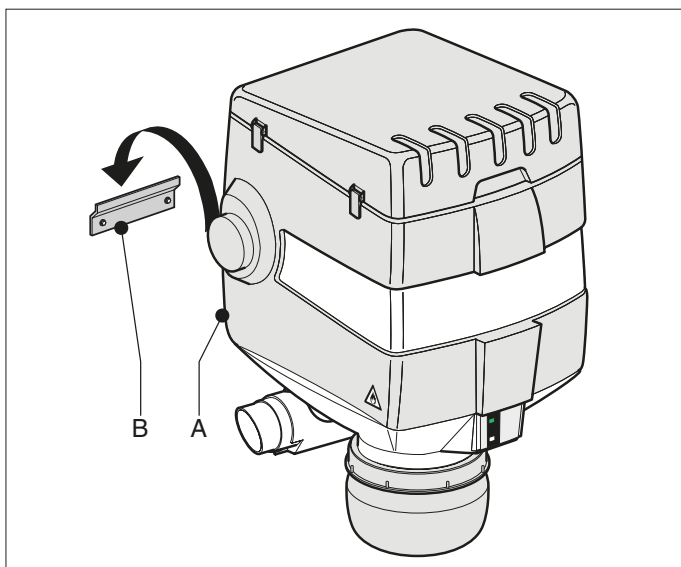

Fig. 4.3
- Plaats de complete Statiflex 400-MS (Fig. 4.3 A) over de wandbeugel (Fig. 4.3 B).